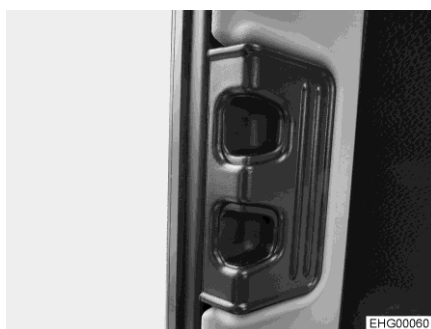

Fig. 64 Poignée de verrouillage (fenêtre côté passager)
- Presser la poignée de verrouillage (Fig. 64) et la maintenir pressée.